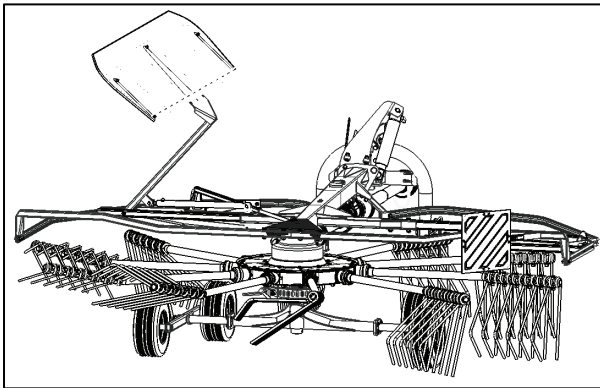

Abb. 14
- Vor Beginn des Schwenkvorgangs unbedingt den Schwadformer in Transportstellung klappen (Abb. 14).